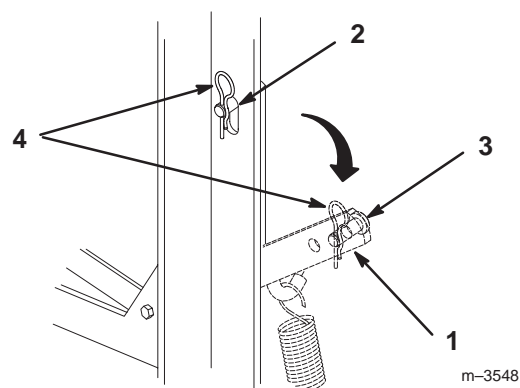

Figure 39
3. Poussez vers le haut sur le bras de tension rappelé par ressort situé à gauche derrière la soufflante, pour délester l'axe de chape (Fig. 39).
4. Enlevez la goupille fendue et l'axe de chape de la fente du bâti porteur pour permettre à la poulie de tension de s'abaisser et de tendre la courroie (Fig. 39).
5. Insérez la goupille fendue et l'axe de chape dans le trou extérieur du bras de tension pour ne pas les perdre (Fig. 39).